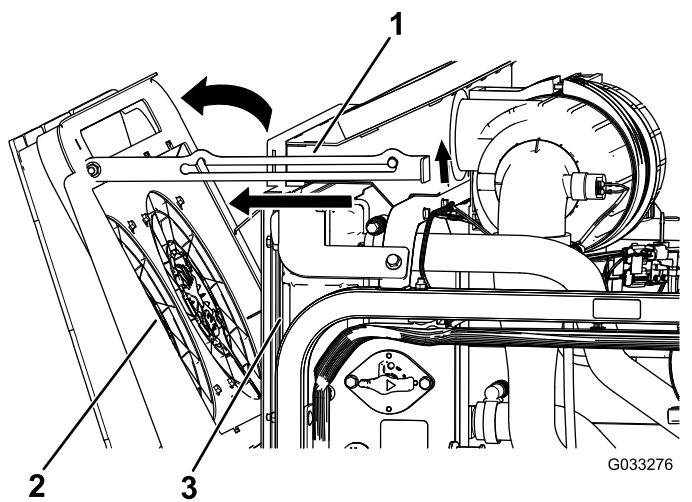

図 107
2. エンジン冷却ファンをラジエーターの後方に倒し、支え棒で支える (図 107)。